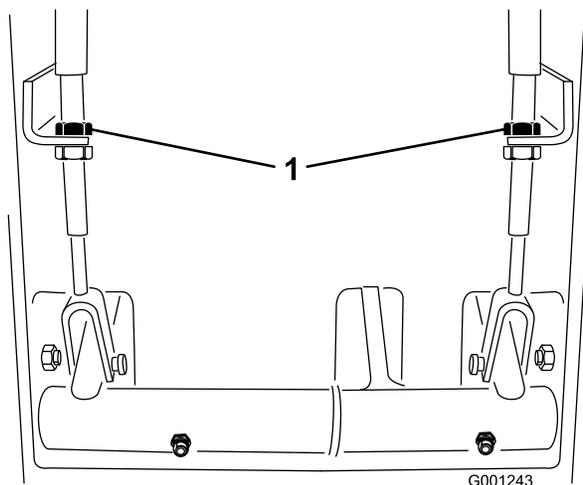

Figura 62
2. Per ridurre il gioco dei pedali dei freni, stringete i freni allentando il dado anteriore sull'estremità filettata del cavo del freno (Figura 62). Serrate il dado posteriore per spostare indietro il cavo, finché i pedali del freno non hanno un gioco compreso tra 13 e 25 mm.